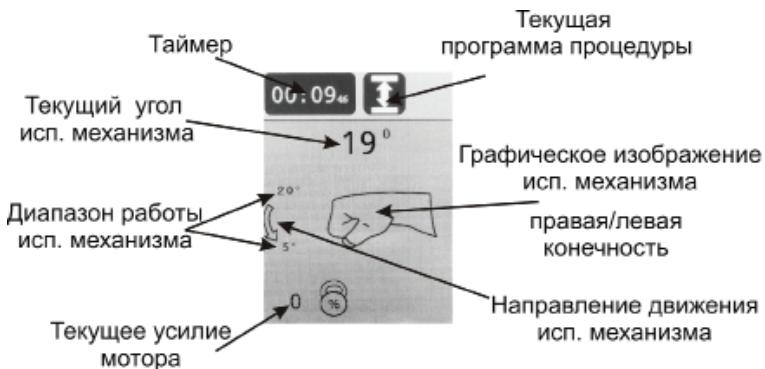

Рисунок 5.3 – Дисплей режима выполнения процедуры
5.1 Дисплей режима выполнения процедуры (см. рис. 5.3).
- В зоне А: заданный пользователем диапазон работы, текущее положение (угол) в градусах (аналогично рис. 5.3) для механизма, а также меню его установок.
Запуск процедуры осуществляется кнопкой . Запуск возможен только когда отображается основной экран, при этом дисплей переходит в режим выполнения процедуры (см. рис. 5.3).